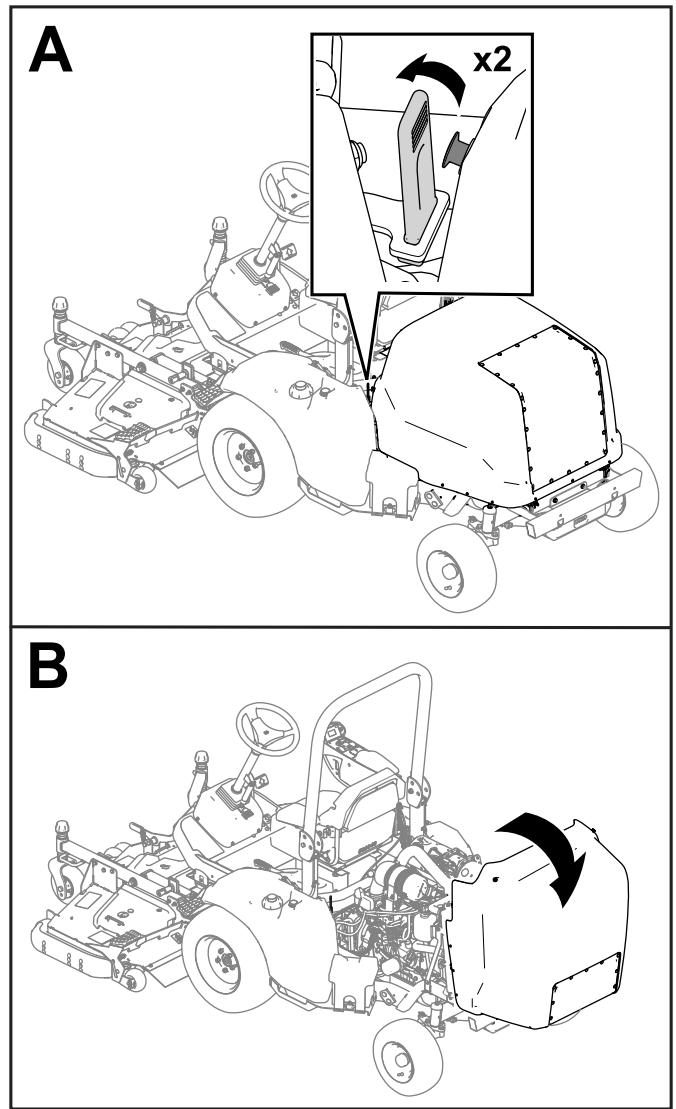

図 42
1. 機体両側でストラップを外す図 42。
2. フードを上げる図 42。